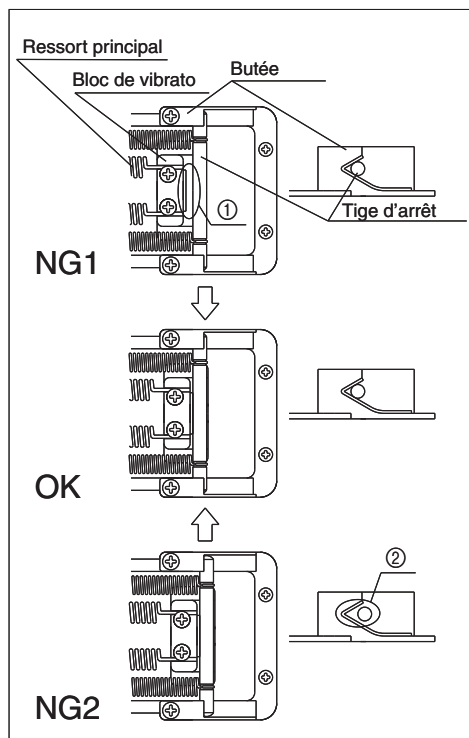

Fig. 40
Lorsque l'accordage est correct, vérifiez que la tige d'arrêt entre en contact avec le bloc de vibrato et la butée (Fig. 40 OK).
Si la tige d'arrêt n'est pas en contact avec le bloc de vibrato (Fig. 40 NG1-①), tournez la vis de réglage du ressort principal dans le sens inverse des aiguilles d'une montre et desserrez le ressort principal.
Si la tige d'arrêt n'est pas en contact avec la butée (Fig. 40 NG2-②), tournez la vis de réglage du ressort principal dans le sens des aiguilles d'une montre et serrez le ressort principal.